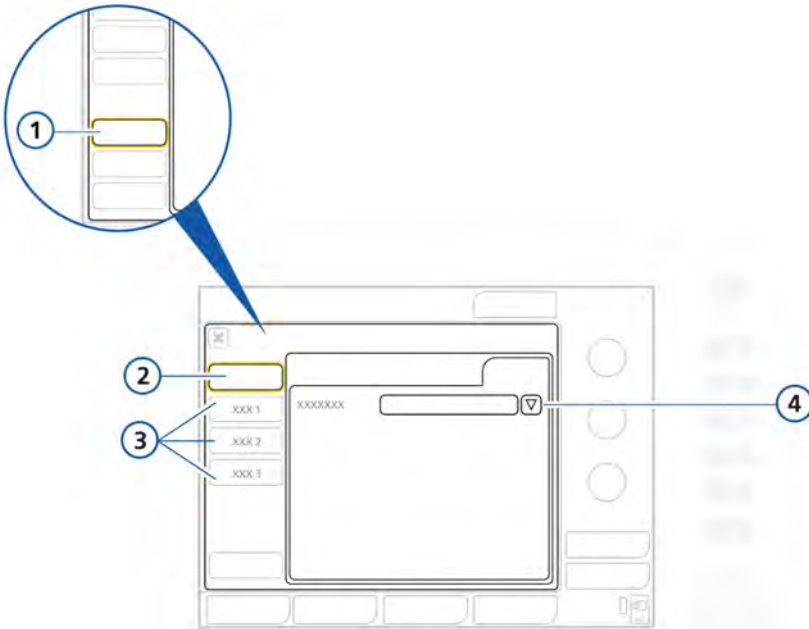

Figura I-15. Configuración de los ajustes predeterminados
1. En la ventana Setups (figura I-15), abra la ventana **Default setup**.